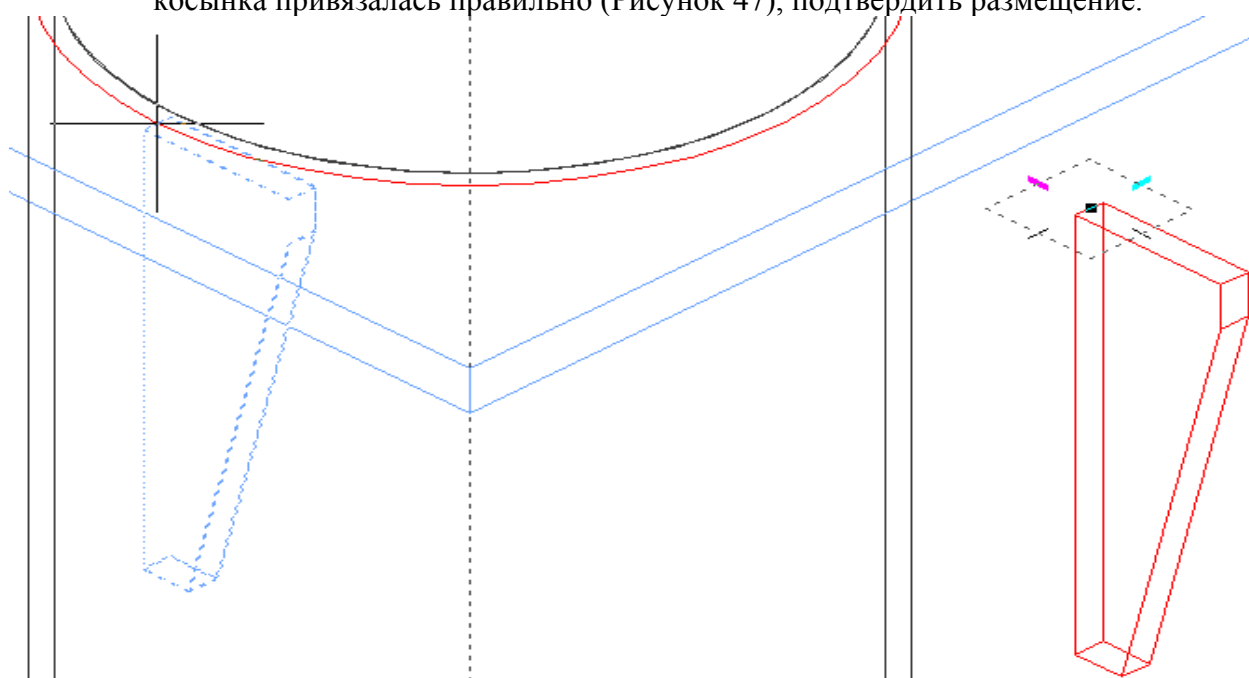

Рисунок 48
- Если точка привязки не попала в нужное место (например, Рисунок 48), тогда надо будет произвести следующие действия:
- Нажать клавишу «О» (для относительного перемещения). При этом появится компас AccuDraw в точке привязки (рис. 48).